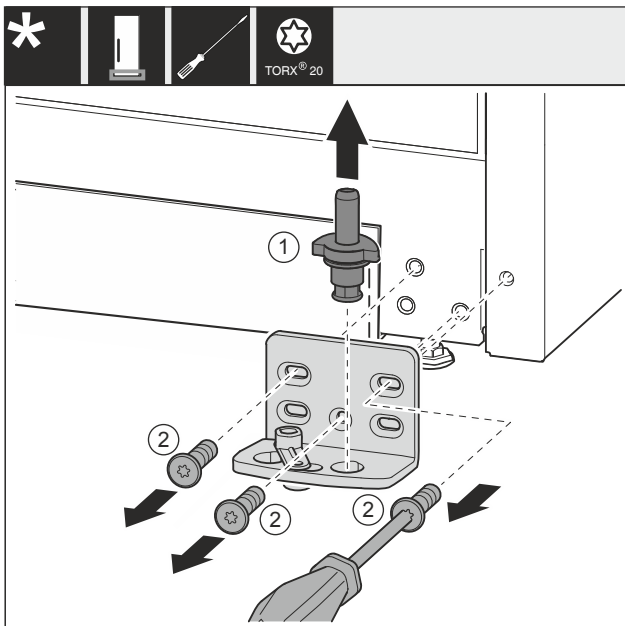

Fig. 34 *
- ▶ Extrageţi complet bolţul de lagăr Fig. 34 (1) în sus.*
- ▶ Deşurubaţi şuruburile Fig. 34 (2) cu şurubelniţa şi detaşaţi suportul de lagăr.*